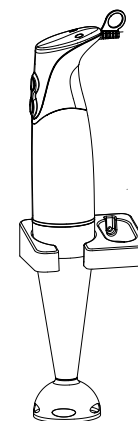

Fig. 5
5. Remontar a haste do liquidificador para a unidade motora, em seguida, colocá-lo na posição vertical no colchete de parede (ver Fig.5) ou pendurá-lo para economizar o espaço.